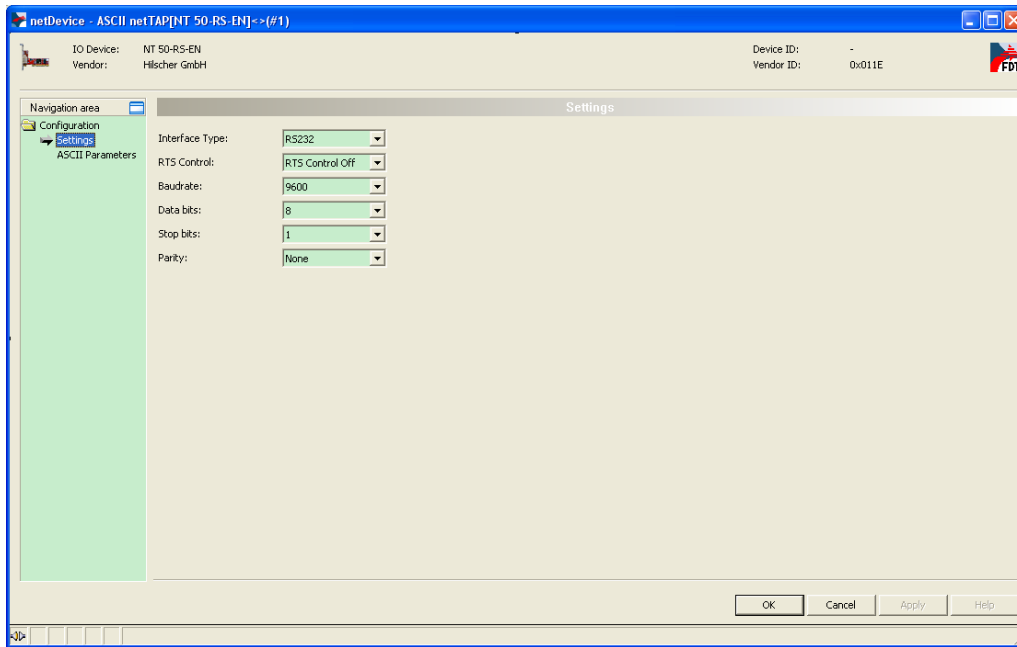

图 24
- 8) 右击网关图标，选择“Configuration”“ASCII”，弹出对话框，设置串口参数，如：串口类型、波特率、奇偶校验等，如图 24 所示。